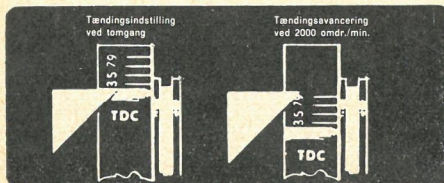

Fig. 13.
16. Tændingsavancering, hvor det kontrolleres, om centrifugal- og vacuumsavanceringsmekanismen i strømfordeleren arbejder korrekt (se fig. 13).